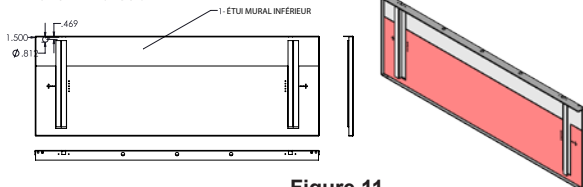

Figure 11
9. Le fonctionnement de l'appareil est commandé par un thermostat incorporé. La température est indiquée par un afficheur numérique du tableau avant. Pour la commande par un thermostat distant, raccorder le câblage du thermostat au bloc de connexion sur la carte de circuits du module. Placer le commutateur de configuration n° 1 du thermostat à la position « on ». (Voir figure 11.)